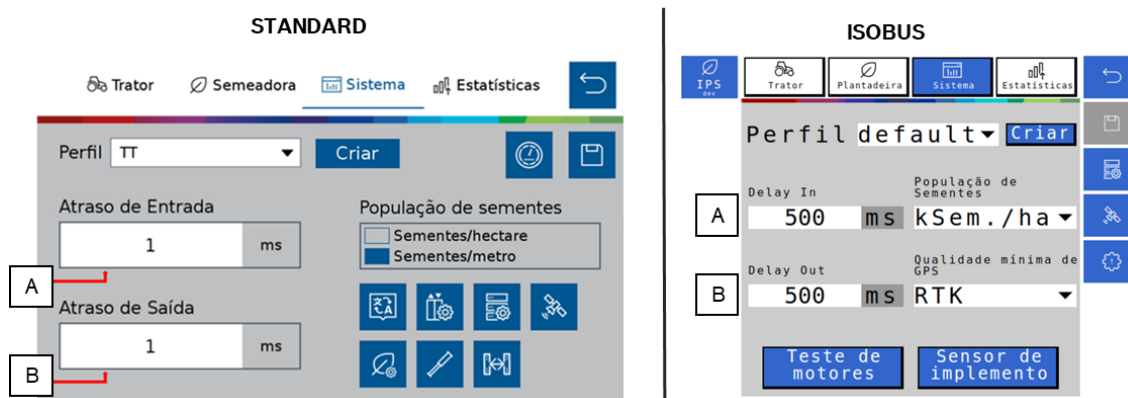

Figura 53 - Tela para configuração do corte automático
A seguinte tela será exibida, Figura 53:
Para medir e determinar os valores que devem ser inseridos nos campos de ajuste de entrada e de saída, Figura 53, é necessário que a máquina esteja carregada de sementes, com disponibilidade de vácuo e que tenha uma área com dimensões suficientes para a realização do procedimento de calibração.
8. Os valores medidos nos itens 6 e 7 deverão ser convertidos antes de serem inseridos no campo de atraso de entrada e de atraso de saída, Figura 53. Para isso, multiplicar as distâncias encontradas nos passos anteriores por 5.
Se no próximo procedimento de medição do atraso de entrada e saída, as médias de distância das sementes forem, por exemplo, 10 cm e 5 cm, nos passos 6 e 7 respectivamente, os valores inseridos na tela da Figura 53 devem ser ajustados conforme explicação abaixo: